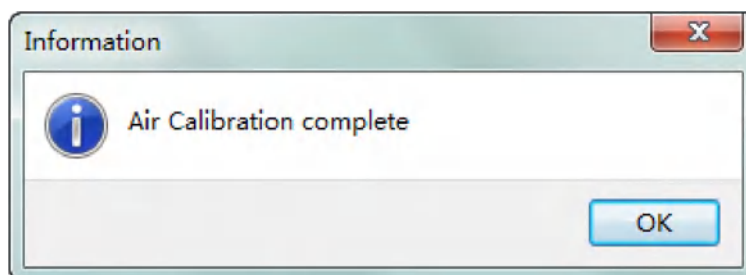

Рисунок 4-8 Завершение процедуры «air calibration»
- Когда индикатор процесса дойдет до конца, калибровка воздуха завершится, и появится сообщение «Калибровка воздуха завершена» ("Air Calibration Completed ") (см. рис. 4-8).